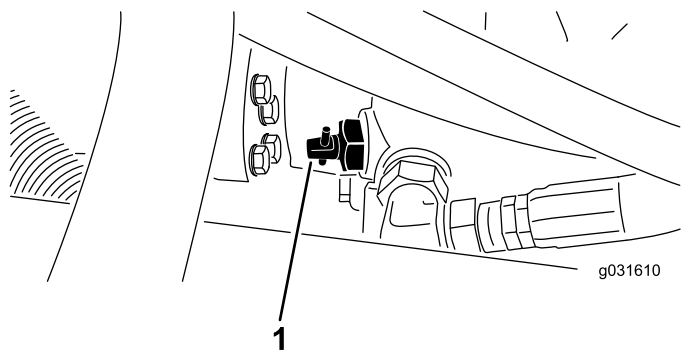

Bild 29
1. Suchen Sie das Sicherheitsventil an der Pumpe (Bild 29) und lösen Sie es durch Drehen um 90° ($\frac{1}{4}$ Umdrehung).